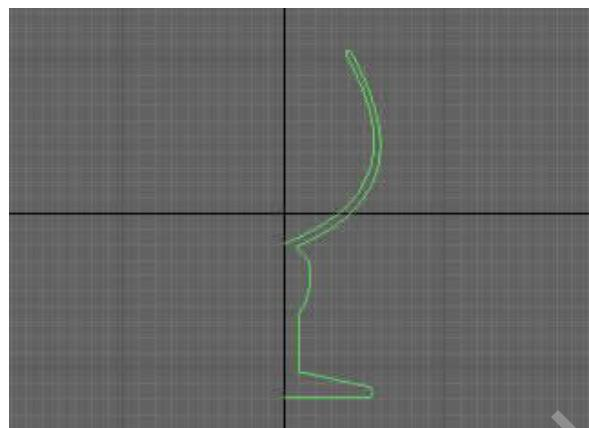

图 2-50 除线
Step 3. 进入线段级别, 将多余的线段删除掉, 如图 2-50。